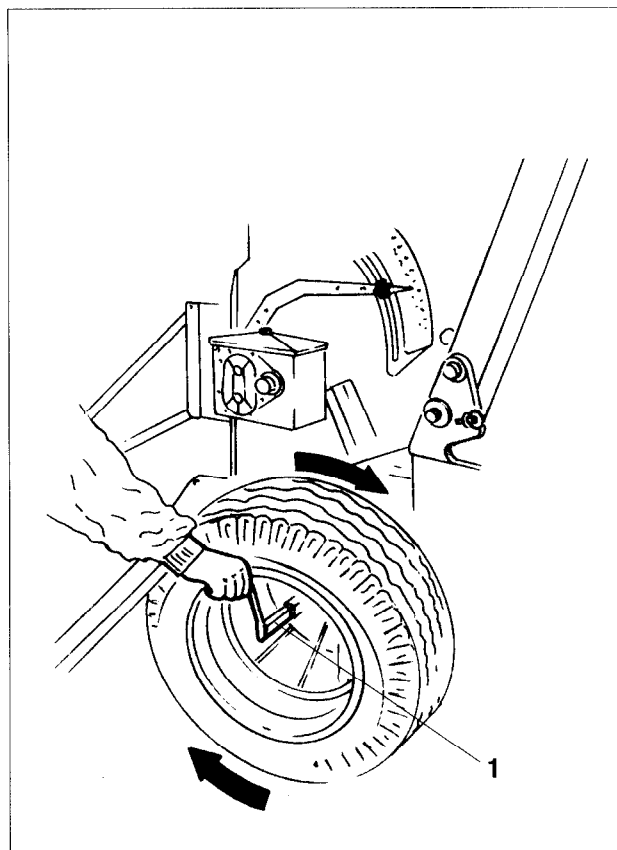
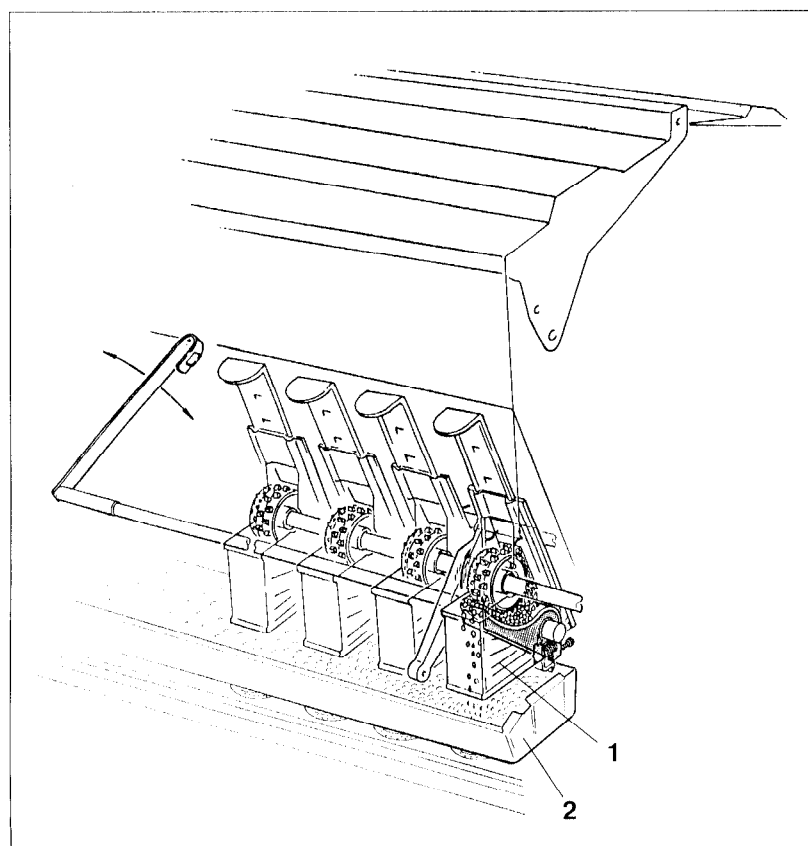

Fig. 8.6
Fig. 8.7
- Abdrehkurbel (Fig. 8.6/1) in das am rechten Rad befindende Quadratrohr stecken und das Sämaschinenrad rechts herum drehen, bis Saatgut aus allen Sägehäusen (Fig. 8.7/1) in die Abdrehmulden (Fig. 8.7/2) fällt.
- Abdrehmulden (Fig. 8.7/2) in den Saatkasten entleeren und zur Abdrehprobe wieder auf die Trichterschienen stellen.
- Abdrehkurbel (Fig. 8.6/1) in das am rechten Rad befindende Quadratrohr stecken und das Sämaschinenrad mit der unter Pkt. 8.3 angegebenen Anzahl der Radumdrehungen rechts herum drehen. Üblich ist die Abdrehprobe auf 1/40 ha. Bei sehr kleinen Aussaatmengen, z.B. bei Raps oder bei Verwendung von Waagen mit grober Teilung, wird empfohlen, die Abdrehprobe auf 1/10 ha durchzuführen.